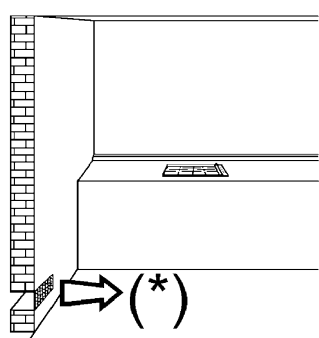
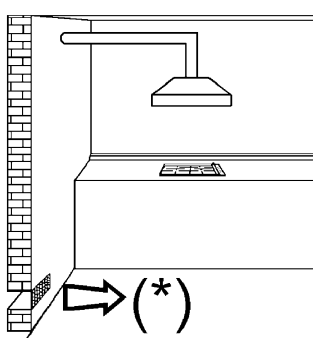
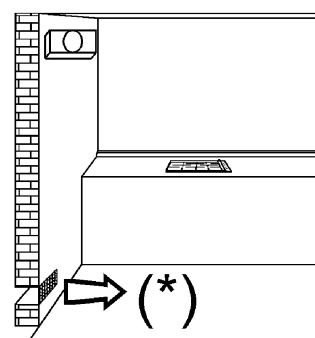

FIG. 3
FIG. 4
FIG. 5
- *l'utilisation d'un appareil de cuisson à gaz produit de la chaleur et de l'humidité dans le local où il est installé. Il faut donc assurer une bonne aération du local sans encombrer les ouvertures de ventilation naturelle (fig. 3) et activer le dispositif mécanique d'aération (hotte d'aspiration ou électro-ventilateur fig. 4 et fig. 5).*
Il est indispensable que la pièce où l'appareil est installé soit ventilée en permanence pour garantir un fonctionnement correct de ce dernier. La quantité d'air nécessaire est celle requise par une combustion de gaz normale et une ventilation de la pièce dont le volume ne pourra pas être inférieur à 20 m³. L'afflux naturel d'air doit se faire par voie directe à travers des ouvertures permanentes pratiquées dans les murs extérieurs de la pièce ayant une surface minimum de 100 cm² (voir fig. 3). Ces ouvertures doivent être réalisées de manière à ce qu'on ne puisse pas les obstruer.
Les appareils de cuisson au gaz doivent toujours comporter une évacuation des produits de la combustion au moyen de hottes raccordées à des cheminées, à des conduits de fumée ou donnant directement sur l'extérieur (voir fig. 4). Au cas où il serait impossible d'installer une hotte, on tolère l'utilisation d'un ventilateur installé sur la fenêtre ou sur le mur extérieur, qu'il faudra mettre en fonction simultanément à l'appareil (voir fig. 5), à condition que les dispositions concernant la ventilation énumérées dans les normes en vigueur soient strictement respectées.